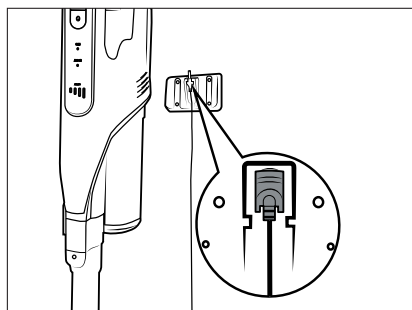

Fig. 6
- ◆ Așezați aspiratorul în suportul pentru perete **18** de sus în jos, astfel încât conectorul-tață **11** să alunece în mufa de încărcare **3** de pe partea inferioară a aparatului. Afișajul bateriei **27** începe să lumineze intermitent și procesul de încărcare începe (a se vedea fig. 6 și 7).